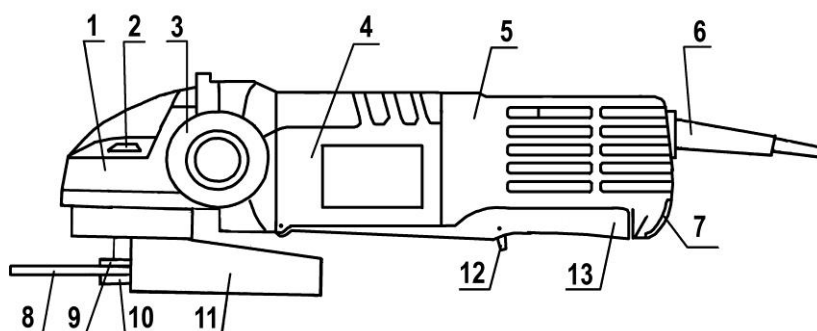

Рис. 1
4.1. Машина (рис.1) состоит из следующих основных частей: